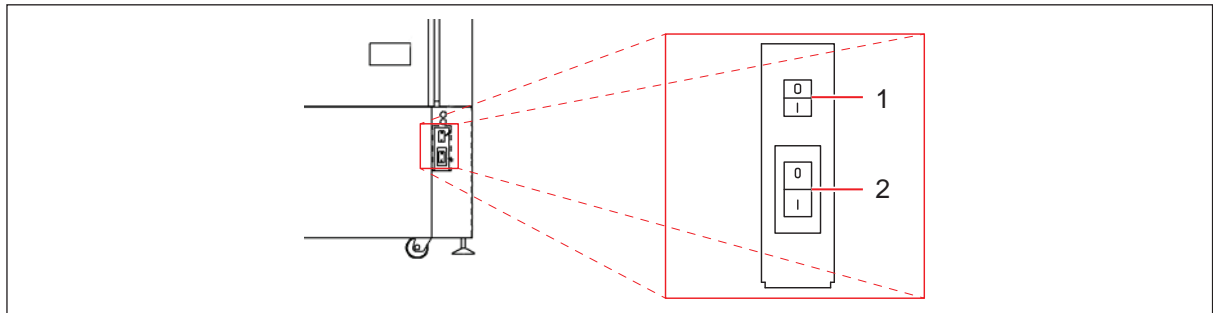

Fig. 6-1: Posizione dell'interruttore U360
L'apparecchio viene fornito con allarme acustico e batteria dell'allarme disattivati. Allarme di interruzione dell'alimentazione viene attivato dall'interruttore a bilanciere della batteria all'interno del pannello chiudibile, situato in basso nell'angolo sinistro. L'interruttore è contrassegnato con i simboli **I (ON)** e **O (OFF)** (vedi Fig. 6-1 a pag. 24).